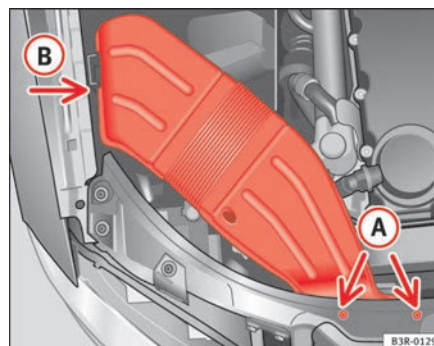

Fig. 199 Convogliatore dell'aria sul lato destro della vettura
- Svitare le viti **A** ⇒ fig. 199.